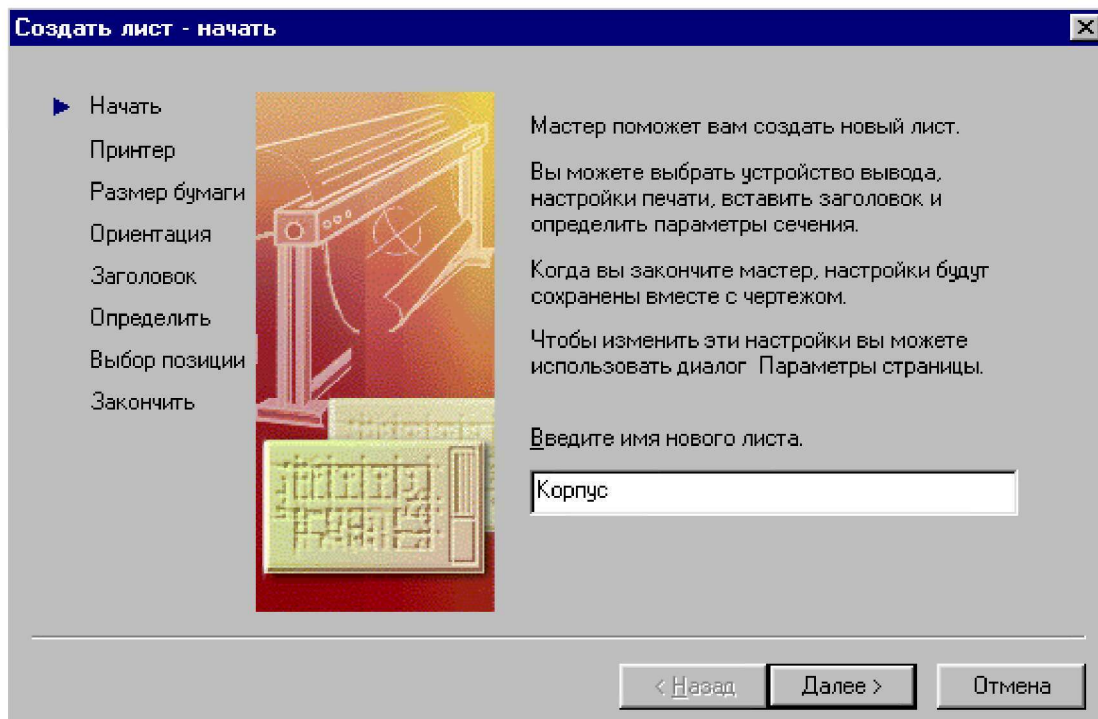

Рис. 6
4.1. В меню AutoCAD выберете команду TOOLS-WIZARDS-CREATE LAYOUT (Инструменты-Мастера-Создать лист). На экране появится первое окно мастера (рис. 6). В нем нужно сделать единственное - назначить новой компоновке имя, которое в дальнейшем будет присутствовать на корешке соответствующей вкладки графической зоны.